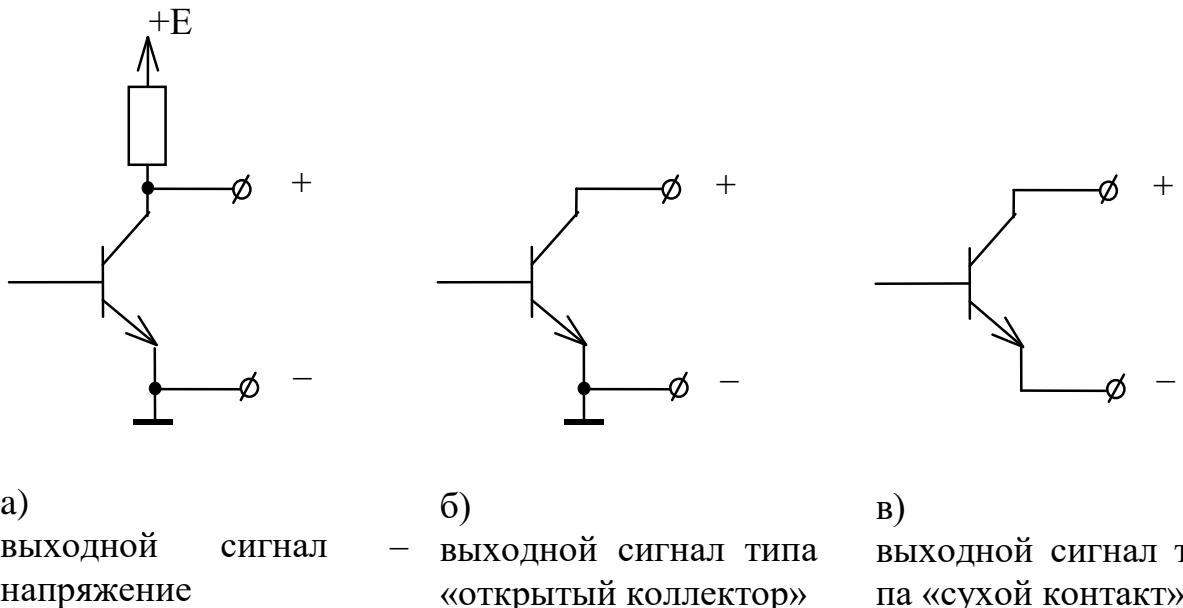

Рисунок 6.12
6.10.1 Выходной каскад схемы дискретного выхода и сигнала признака реверса аппаратно может быть выполнен одним из 3 способов (см. рисунок 6.12):